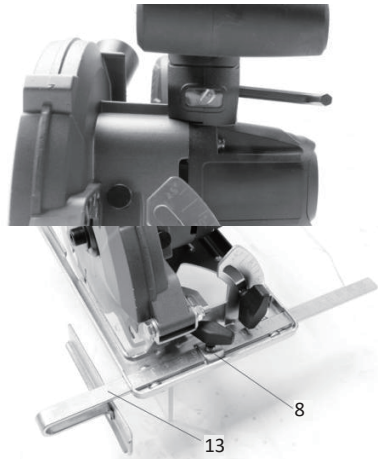

Fig. 4
- a) Lösen Sie die Feststellschraube für den Gehrungswinkel (11).
- c) Ziehen Sie die Feststellschraube für den Gehrungswinkel (11) fest.
5.4 Führungsschiene montieren (Abb. 4)
- a) Lösen Sie die Feststellschraube für die Führungsschiene (12).
- b) Schieben Sie die Führungsschiene (13) in den Führungsschienenhalter (8). Achten Sie darauf, dass die Markierungen nach oben zeigen.
- c) Schieben Sie die Führungsschiene in die gewünschte Position und ziehen Sie die Feststellschraube für die Führungsschiene (12) fest. Wählen Sie unbedingt zuerst den Gehrungswinkel, bevor Sie die Führungsschiene positionieren.